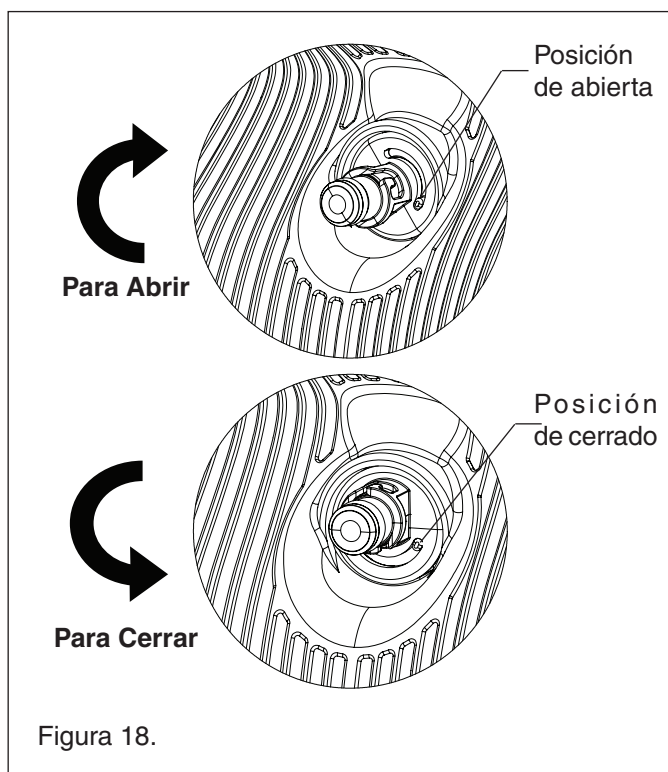

Figura 18.
3. El regulador de la manguera de barrer viene de fábrica en la posición de cerrado. Para abrir el regulador de la manguera de barrer, empuje el accesorio de la manguera en el regulador. Cuando no sea posible seguir empujando, gire el empalme de la manguera de barrer **en el sentido de las manijas del reloj** hasta que se detenga (más o menos, a 45 grados). Véase la figura 18. Empuje el empalme de la manguera de barrer, y este quedará en su lugar.
4. Para quitar la manguera de barrer y apagar el regulador, sostenga el empalme de la manguera y gírelo **en contra de las manijas del reloj** hasta que se detenga (más o menos, a 45 grados). Véase la figura 18. Quite el empalme de la manguera de barrer del regulador y guárdelo en un lugar seguro.